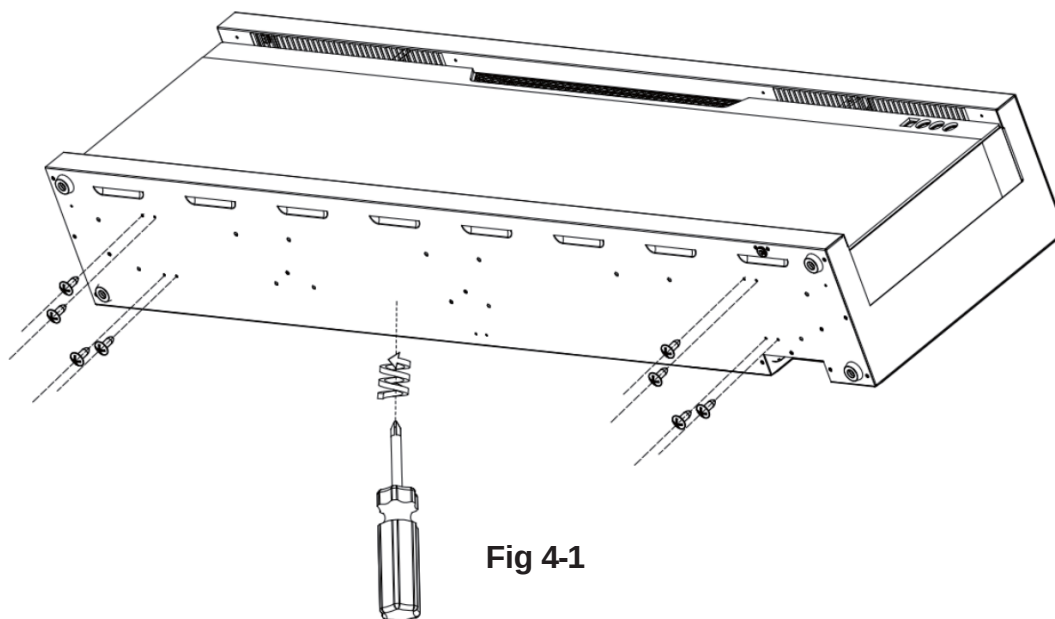

Fig 4-1
- E. Rimuovere tutte le viti dalla parte inferiore dell'apparecchio. (Fig. 4-1) Mettere da parte le viti.